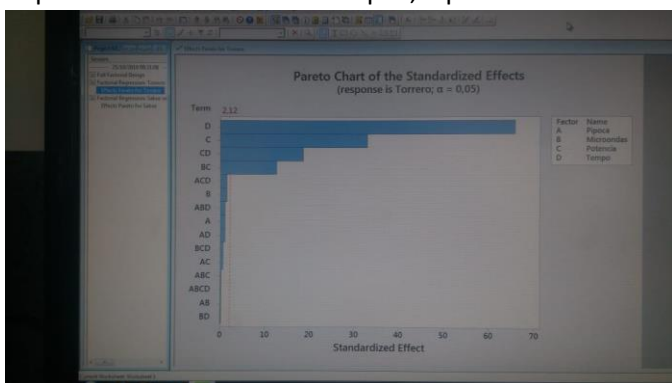

Figura 12 – Análise do Diagrama de Pareto para a variável dependente Torrero.
- 12- Analisando a Figura 12 abaixo relativo ao Pareto para Torrero, chegamos que os mais significantes acima de 2,12, ao nível de significância de 5%, foi o “Tempo” em primeiro, seguido pela “Potência”, depois a “Potência com o Tempo”, e por último a “Marca do Microondas com a Potência”.